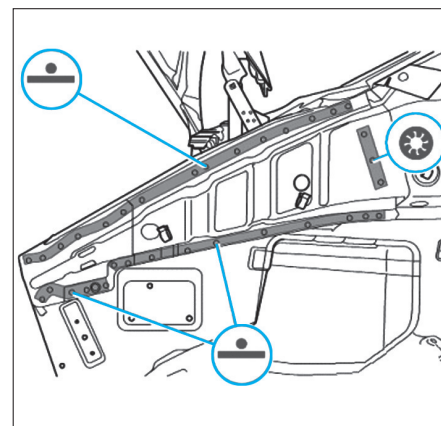

FIG. 15
- Souder la doublure d'aile avant à la pointeuse électrique (Fig.15).